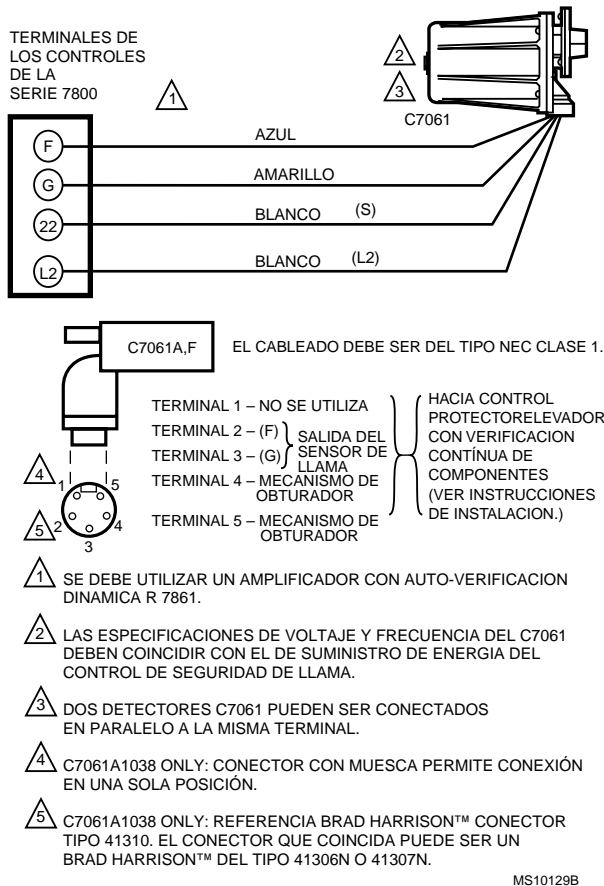

Fig. 8. Diagrama de Cableado del Detector C7061A con Circuito de Mecanismo de Obturador, con control de la SERIE 7800.
CABLEADO (FIG. 8)
7. Refiérase a la Fig. 8 para las conexiones del cableado.